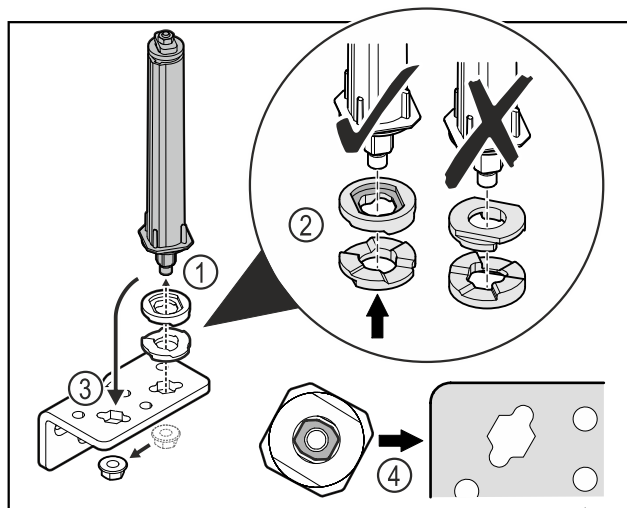

Fig. 35
- ▶ Odkręcić nakrętkę i wyjąć system blokujący drzwi Fig. 35 (1).
- ▶ Zwracać uwagę na prawidłowe ustawienie podkładek do regulacji wysokości Fig. 35 (2).
- ▶ Przełożyć system blokujący drzwi w zawiasie i zamocować nakrętką Fig. 35 (3).
- ▶ Przy wkładaniu zwracać uwagę na prawidłowe ustawienie systemu blokującego drzwi Fig. 35 (4).